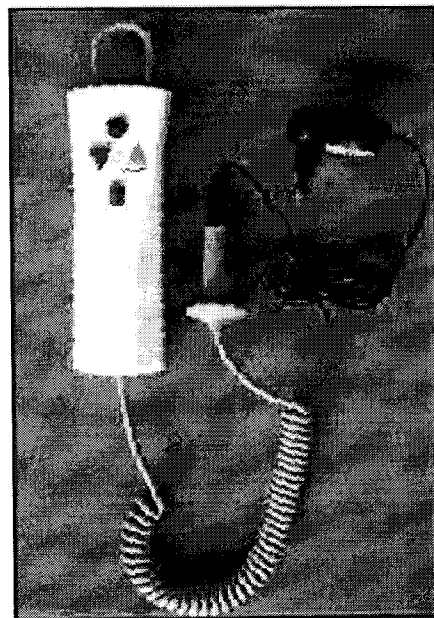

рис.11
2. Вставить штекер зарядного устройства в соответствующее гнездо аккумулятора (рис.11).